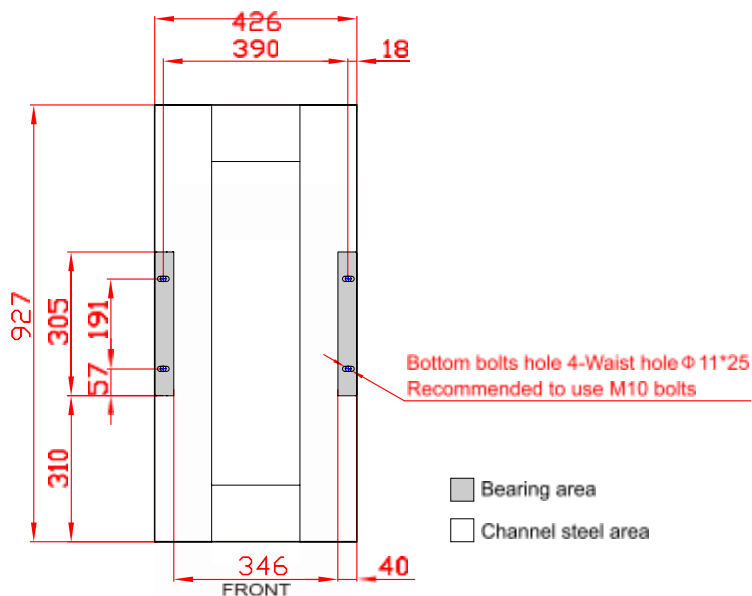

Рисунок 3-11 Рекомендуемый установочный размер швеллера .
- Если для установки используется стальной швеллер, просверлите четыре установочных отверстия $\Phi 14$ мм в швеллере непосредственно в соответствии с размерами, показанными на Рис. 3-11, а затем установите его непосредственно в соответствии с шагом 4.